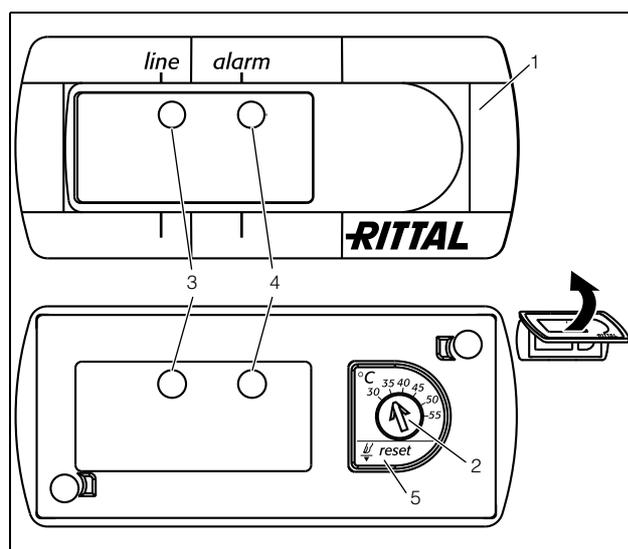

Рис. 36: Базовый контроллер
- Установите желаемую температуру при помощи регулятора (рис. 36, страница 23).
- Нажмите кнопку «Reset» (рис. 36, № 5) и удерживайте ее минимум 3 сек.